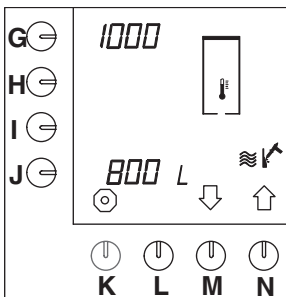

Fig. 51 Varmtvandssystemets afkalkningssignal
- Afkalkningssignalet til varmtvandssystemet er for alle typer indstillet til 1000 liter, se positionen ved siden af valgknappen (G.) i fig. 51 .
- Tryk på valgknappen (M.)↓, indtil fig. 51 vises i displayet.